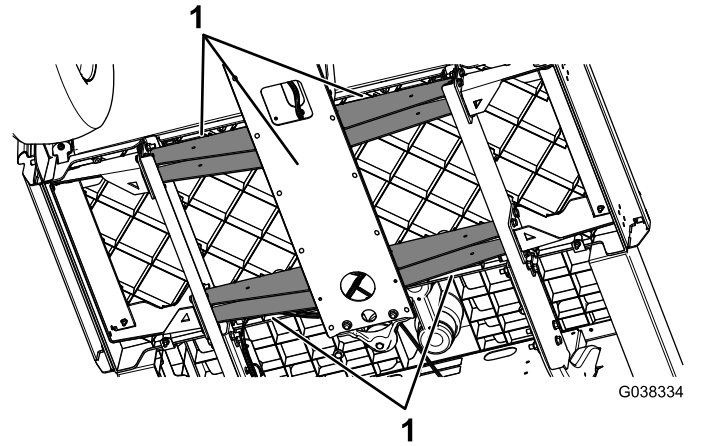

Figura 3
2. Coloque un gato de suelo debajo del bastidor para soportar el peso de la parte delantera de la máquina (Figura 3).